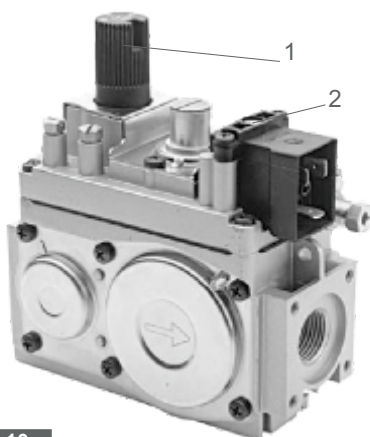

Рис. 10.
6.13. Заполните систему отопления чистой водой с жесткостью не более 0,7 мг-экв/л и $pH = 7^{+0.3}$. **При заполнении системы жесткой водой с pH больше 7 значительно увеличивается отложение накипи на стенках котла и системы отопления, вследствие чего уменьшается эффективность котла и увеличивается расход газа!** Расширительный бачок размещается в высшей точке системы. Контроль заполнения системы водой осуществляйте по переливному патрубку, (рис.10). Объем бака должен быть не менее 8 % от объема отопительной системы.
управления поз.1 рис.10 до положения (★).